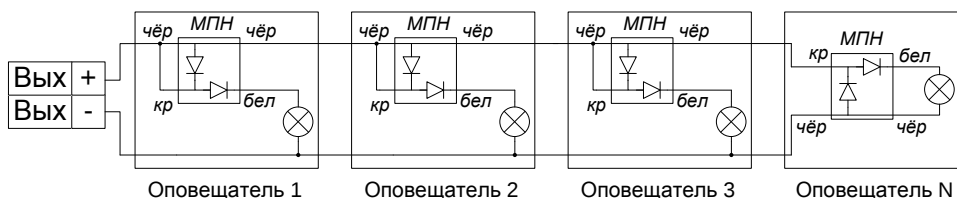

Рисунок 6. Схема подключения нескольких сирен, световых табло или модулей пожаротушения к выходам блока
4.3.4 Схема подключения нескольких исполнительных устройств к одному выходу блока приведена на рис. 6.